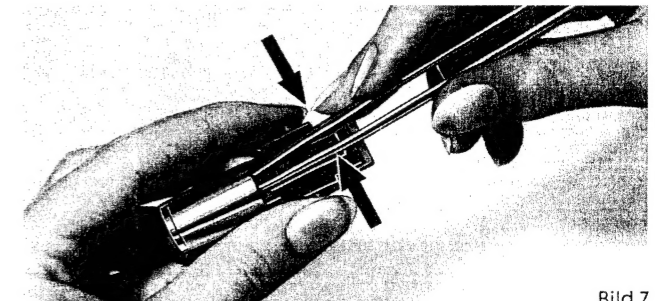

Bild 7
Soll aus Reparaturgründen der Tastenknopf gewechselt werden, so verfährt man nach Abbildung ①, ③ und ④. Um den Knopf vom Führungsstück zu trennen, drücke man mit Hilfe einer Pinzette die beiden Rastnasen der Tastenführung leicht zusammen (Bild 7). (Dies gilt nicht für die Austaste, da Knopf und Führungsstück fest miteinander verbunden sind.)